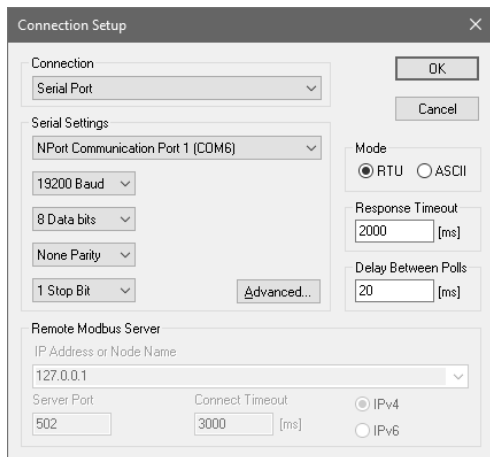

Рисунок 42 – Окно «Connection Setup»
3.12.4 Для установления соединения с адаптером в главном меню окна программы «Modbus Poll» выбрать пункт «Connection» → «Connect...», либо нажать на клавиатуре клавишу «F3». На экране появится окно «Connection Setup» (рисунок 42).